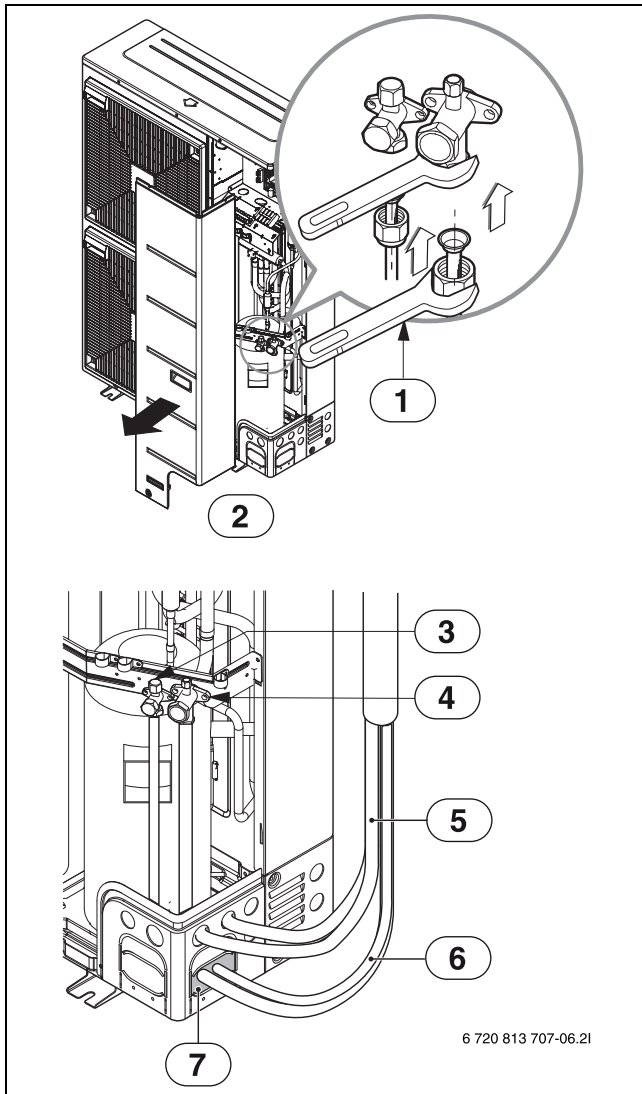

Fig. 23
- Ermetizzare i fori dei tubi con mastice o materiale isolante (a carico del committente). A tal fine, chiudere tutte le aperture (→fig. 23).